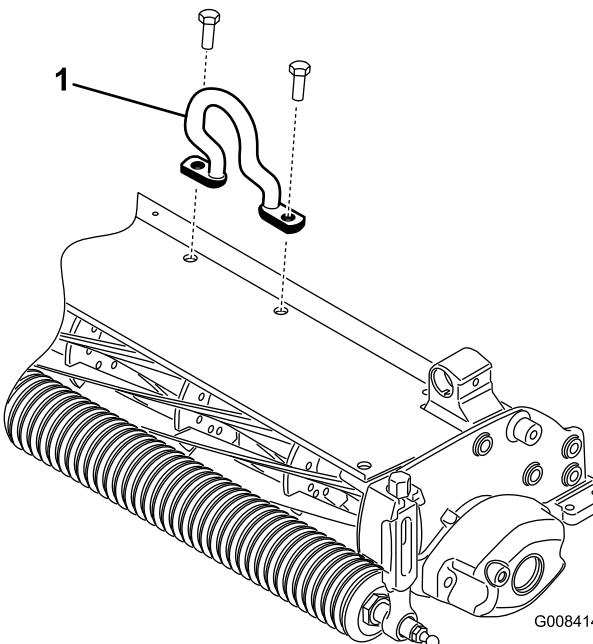

Figura 6
- Instale o elo de desvio (Figura 6) na parte superior da unidade de escarificação com dois parafusos.